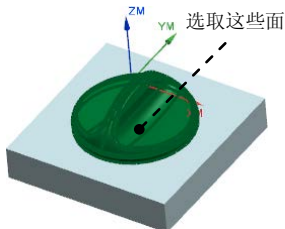

图 3.14 指定切削区域
Step2. 在图形区中选取图 3.14 所示的面（共 27 个）为切削区域，然后单击“切削区域”